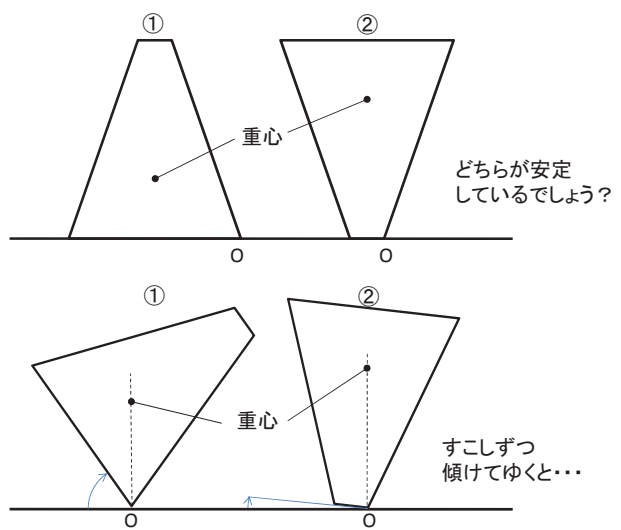

図2 台形の物体の転倒
重心は、物体の安定を考える上で、とても重要です。図2（上）のような台形を考えます。①は長い辺が下についています。②は短い辺が下についています。どちらが安定して見えますか？簡単ですね。②はとても不安定に見えます。それは図2（下）のように、少しずつ傾けていけばわかります。どちらの場合もO点の真上よりも重心が右に行くと、台形は右に倒れてしまいます。その角度が①と②で全く違うことがわかりますね。